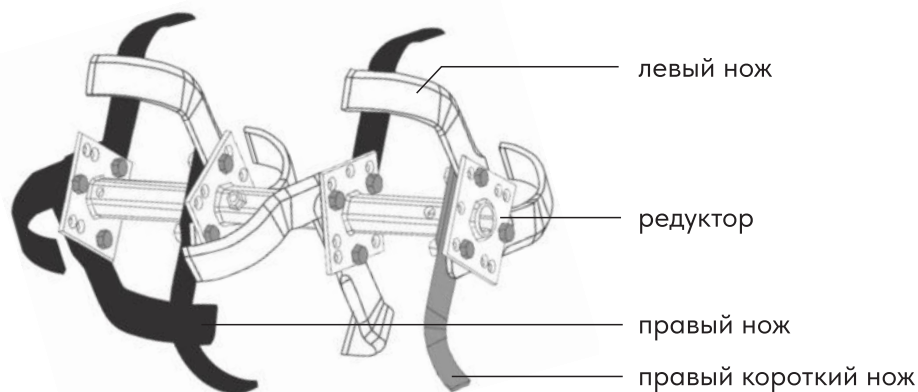

Рис. 4. Сборка фрез. Схема с 3-мя ножами.
6. Зафиксировать болтами, затянуть (Рис. 4).